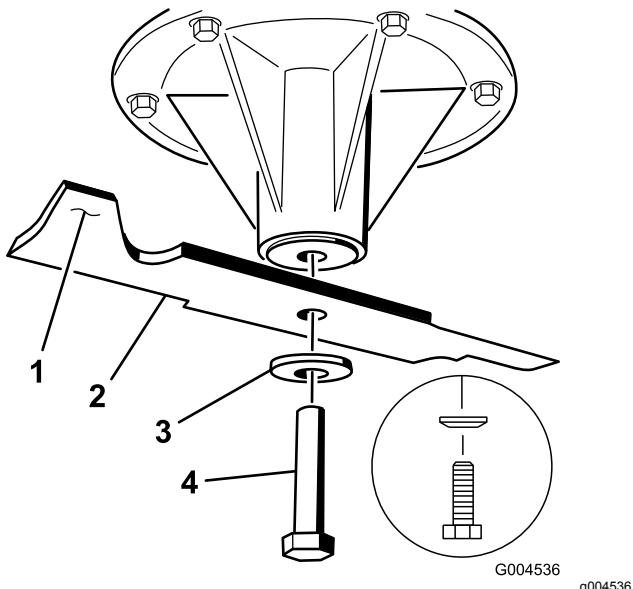

Figura 83
2. Retire del eje el perno de la cuchilla, la arandela curva y la cuchilla (Figura 83).
3. Si la cuchilla no está equilibrada, rebaje algo el metal en la parte de la vela solamente (Figura 83).